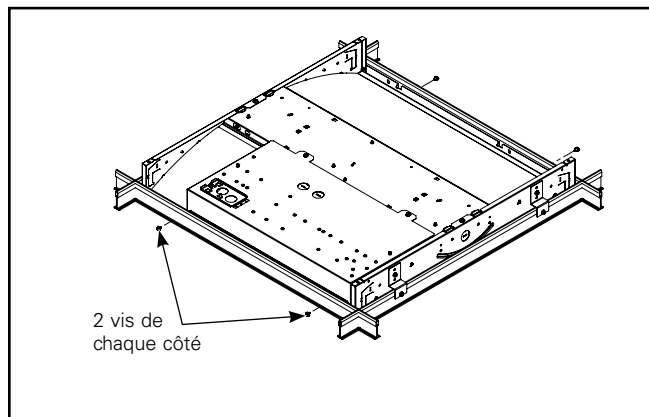
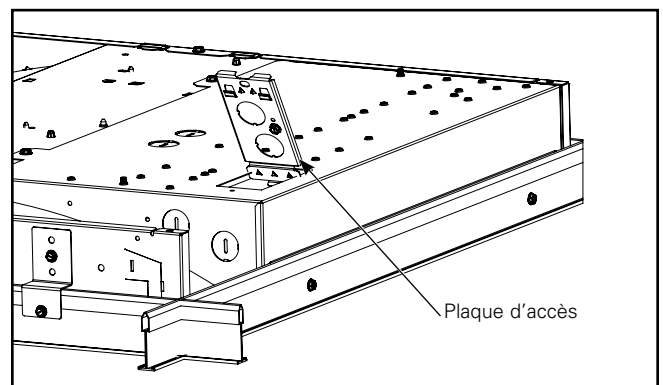

Figure 9.
Figure 10.
6. Fixez les deux autres côtés des parois courtes à l'aide des vis autotaraudeuses à la grille en T, comme illustré (figure 9). Pour un 14FCZ2/24FCZ2, fixez-le avec 3 vis de chaque côté (figures 10 et 11). Pour un 22FCZ2, fixez-le avec 2 vis de chaque côté (figure 9). Assurez-vous de visser les vis à travers la paroi de la grille en T et la paroi du luminaire. La paroi du luminaire sera plus courte que la paroi de la grille en T.
7. Retirez les entrées défonçables appropriées de la plaque d'accès sur le couvercle de la boîte de jonction du luminaire pour accéder au câblage d'alimentation. (Figure 10)
- Fixez les deux autres côtés des parois courtes à l'aide des vis autotaraudeuses à la trousse pour cloison sèche, comme illustré (figure 9). Pour un 14FCZ2/24FCZ2, fixez-le avec 3 vis de chaque côté (figures 10 et 11). Pour un 22FCZ2, fixez-le avec 2 vis de chaque côté (figure 9). Assurez-vous de visser les vis à travers la paroi de la trousse pour cloison sèche et de la paroi du luminaire. La paroi du luminaire sera plus courte que la paroi de la trousse pour cloison sèche.